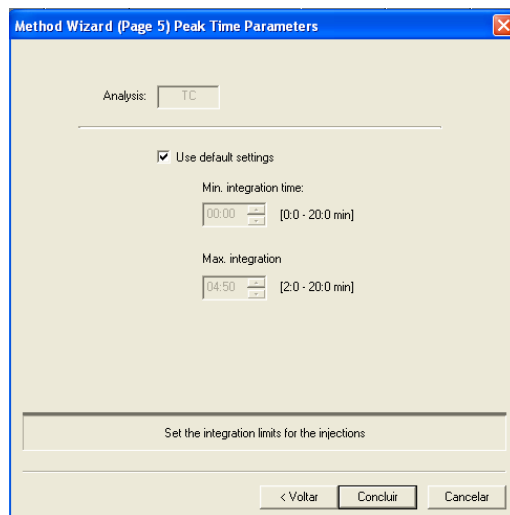

Figura 8.2.6 – Janela de conclusão da edição do novo método.
6. Para terminar a edição do método, basta clicar em “concluir”, como mostrado na Figura 8.2.6.